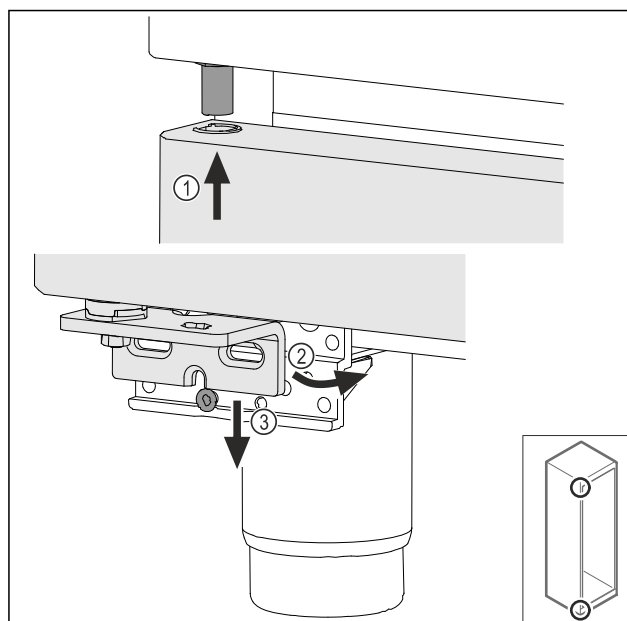

Fig. 39
- Deur iets gekanteld aan de bovenzijde terugplaatsen Fig. 39 (1), deur recht uitlijnen Fig. 39 (2) en aan de onderzijde op de lagerbokschroef Fig. 39 (3) plaatsen.